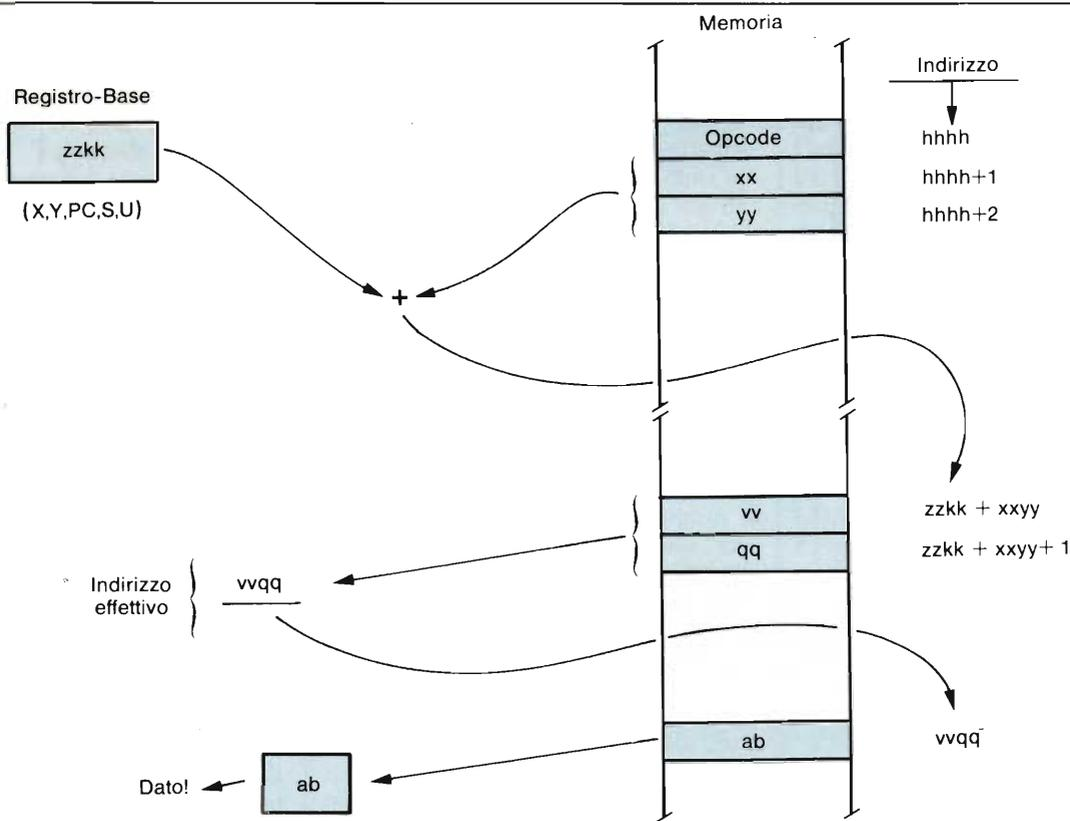

Fig. 6 - Costruzione dell'indirizzo effettivo EA in una istruzione indicizzata E indiretta (con offset costante).
Le figure 6 e 7 mostrano un esempio di modo indicizzato con offset e per giunta anche indiretto. La figura 6 mostra il procedimento di calcolo dell'indirizzo effettivo (EA), mentre la figura 7 mostra l'esecuzione dinamica di una istruzione del tipo: `ADDA (5, X)`.